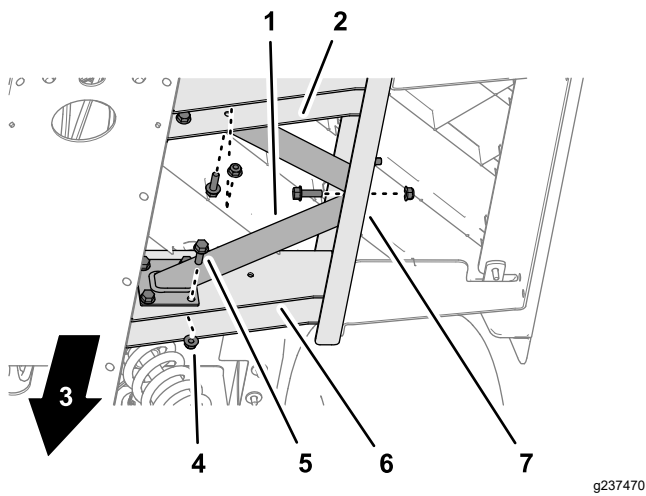

Figura 19
1. Alinhe os orifícios no suporte do piso com os orifícios que perfurou nos canais laterais e do piso (Figura 19).
- Monte o suporte do piso nos canais laterais e do piso com 10 parafusos de cabeça flangeada (5/16 x 1 pol.) e 10 porcas de bloqueio flangeadas (5/16 pol.) como se mostra na Figura 19.